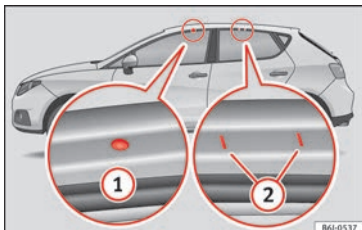

Fig. 150 Modelo IBIZA: puntos de fijación de las barras longitudinales para el portaequipajes del techo.
Los puntos de fijación delanteros y traseros ① y ② sólo pueden verse con las puertas abiertas » fig. 150.